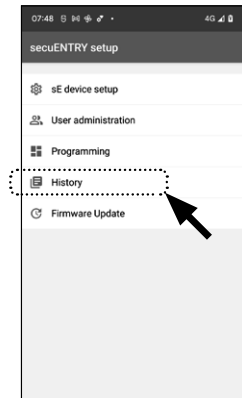

Abb. 107
③ Im Untermenü tippen Sie auf „History“ (Abb. 107).